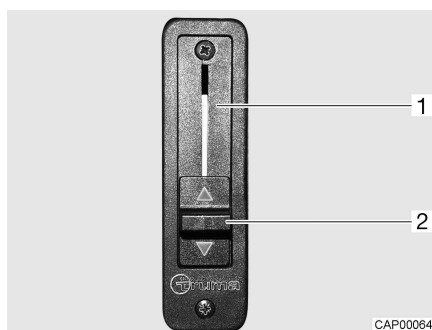

Fig. 4 Regulador de corredera para bloqueo de sección
- Empujar el regulador de corredera (Fig. 4,2) completamente hacia arriba. El bloqueo de sección (Fig. 4,1) está abierto. La calefacción del habitáculo también calienta la luna delantera.
- Empujar el regulador de corredera (Fig. 4,2) completamente hacia abajo. El bloqueo de sección está cerrado. La calefacción del habitáculo y la calefacción del vehículo básico están desacopladas.